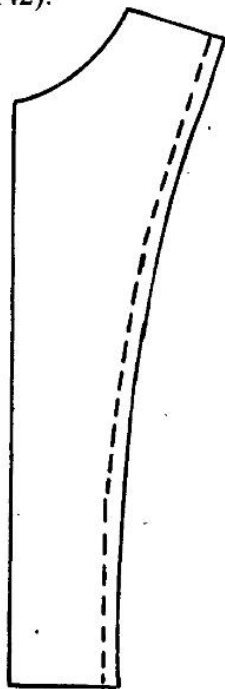

Рис. 142
2. Сложите обтачку и дополнительную деталь лицевыми сторонами внутрь и стачайте вдоль края, соблюдая припуск на шов 5 мм (рис. 142).